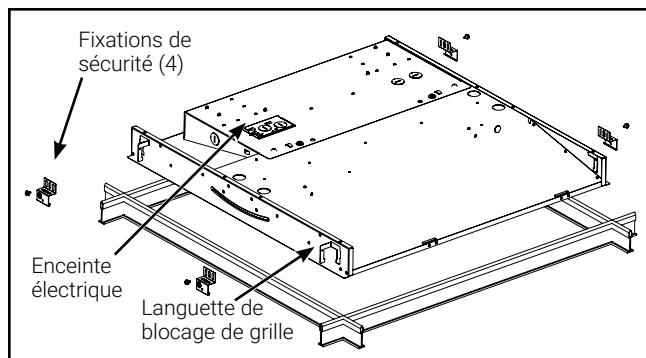

Figure 2. Installation au système de grille en T du plafond
2. Installez le luminaire dans le système de grille en T du plafond. Assurez-vous que le luminaire est solidement installé dans le système de grille en T (Figure 2).